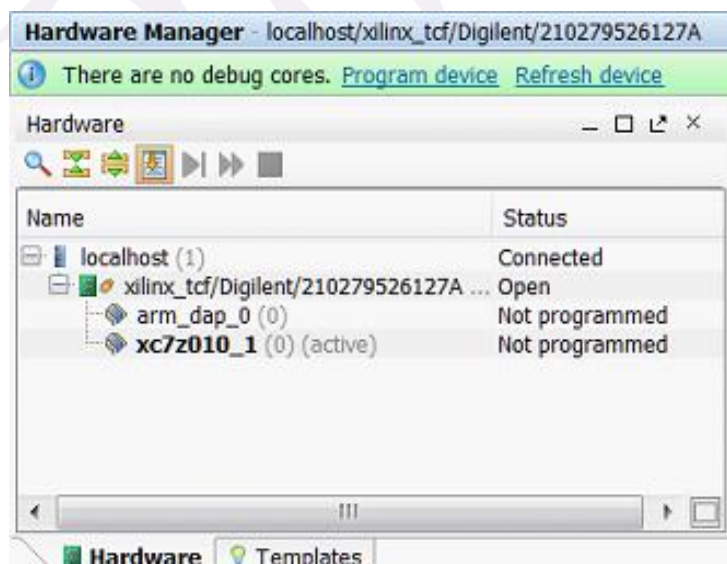

图 3-1-30 打开硬件会话
(9) 单击两次 Next，然后单击 Finish。未连接硬件会话状态更改为服务器名称并且器件被高亮显示，如图 3-1-30 所示。还要注意，该状态表明它还没有被编程：